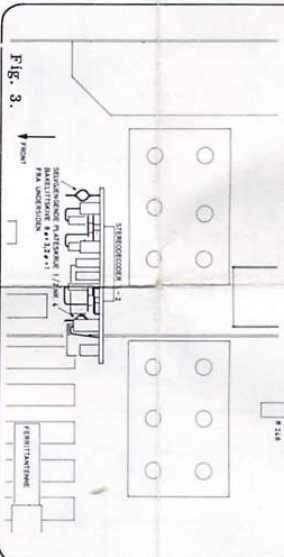

Fig. 3.
3. Trekk ut ekvivalenktorget og monter dekoderen som vist i fig. 3. Legg isolasjonsskivene mellom skruhodene og hovedplattens folieside og fest med to skruer fra TK-platens folieside.
6. Tviinn ledningene (sort og blå) sammen og lodd dem til venderseksjonen og MF-platen som vist på fig. 3.